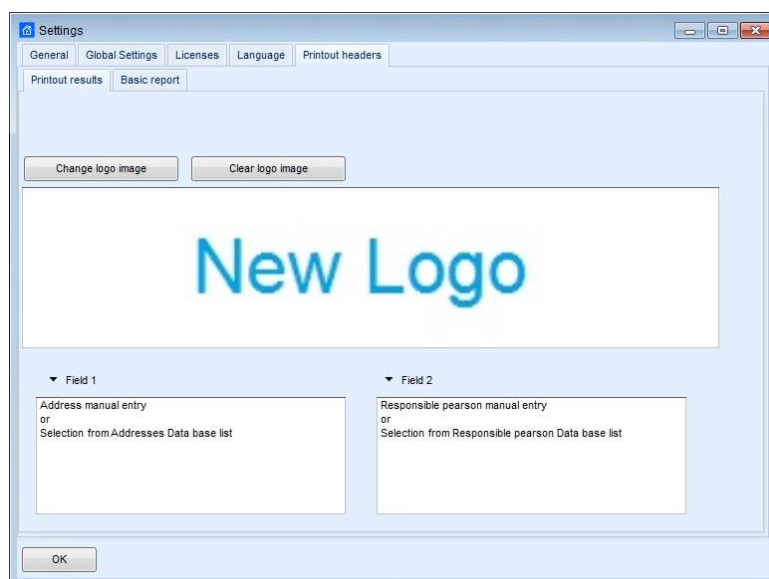

Abbildung 9.1: Druckergebnisse Kopfeinrichtung
- Wählen Sie die Registerkarte Druckergebnisse (**Abbildung 9.1**) um die Kopfzeilen-Einstellungsoptionen zu öffnen: